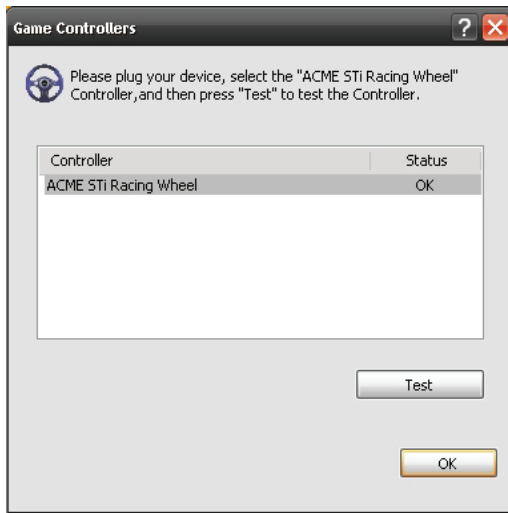
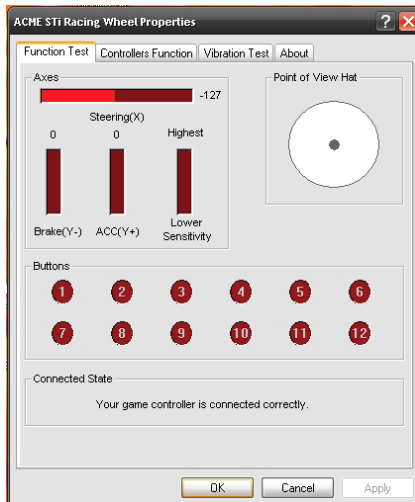

Figura 3
Figura 4
- Clique duas vezes no atalho "ACME STi Racing Wheel" para introduzir os controladores do jogo (ver figura 3 abaixo)
Clique no botão “Test” conforme a Figura 3 acima. Introduza a interface de teste do volante conforme se segue (ver Figura 4) para testar o eixo e os botões de teste.